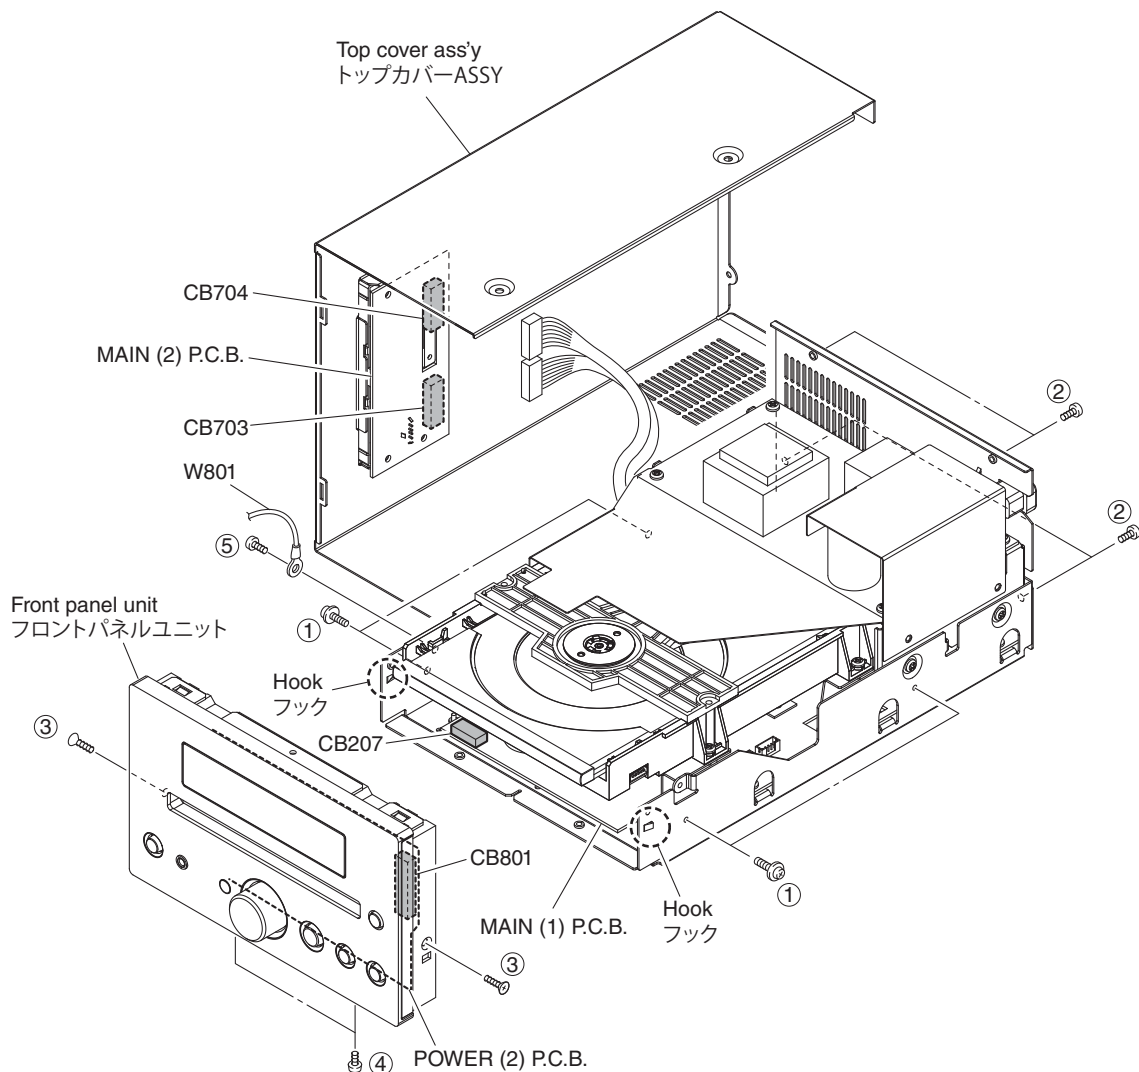

Fig. 1
- Remove 4 screws (①) and 4 screws (②). (Fig. 1)
- Lift the top cover ass'y. (Fig. 1)
- Remove CB703 and CB704. (Fig. 1)
- Remove the top cover ass'y. (Fig. 1)
- ①のネジ4本、②のネジ4本を外します。(Fig. 1)
- トップカバー ASSY を持ち上げます。(Fig. 1)
- CB703、CB704 を外します。(Fig. 1)
- トップカバー ASSY を取り外します。(Fig. 1)
- Remove 2 screws (③) and 2 screws (④). (Fig. 1)
- Remove screw (⑤) and then remove W801. (Fig. 1)
- Remove CB801. (Fig. 1)
- Release 2 hooks and then remove the front panel unit. (Fig. 1)
- Remove CB207. (Fig. 1)
- ③のネジ2本、④のネジ2本を外します。(Fig. 1)
- ⑤のネジを外し、W801 を外します。(Fig. 1)
- CB801 を外します。(Fig. 1)
- フック2ヶ所を外し、フロントパネルユニットを外します。(Fig. 1)
- CB207 を外します。(Fig. 1)
- Remove the loader mechanism unit. (Fig. 1)